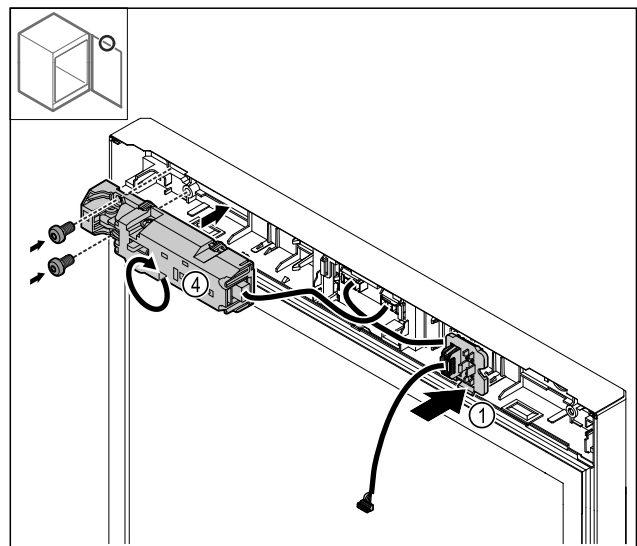

Fig. 28
- ▶ Zaklapněte držák zástrčky Fig. 28 (1) na protilehlé straně.
- ▶ Otočte elektrický zámek Fig. 28 (4) o 180° a upevněte jej na protější straně.